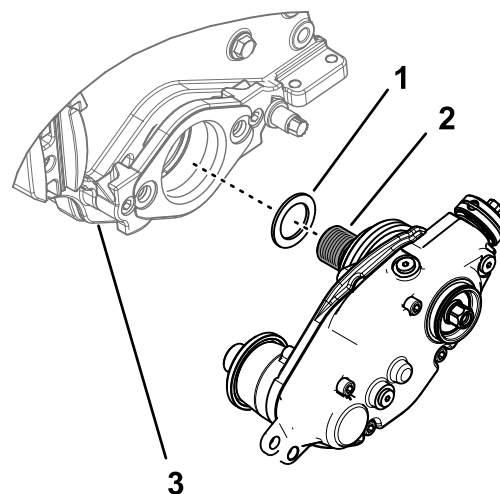

Bild 8
1. Wenn der Groomerantrieb an der linken Seite einer Greensmaster-Schneideinheit montiert ist, legen Sie die Beilagscheibe auf das Gewinde des Spindeladapters (Bild 8).